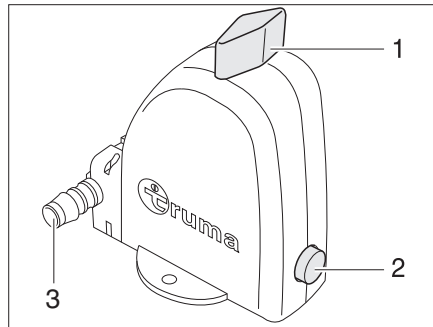

Fig. 201 Válvula de seguridad/purga de la caldera - Posición de funcionamiento
La caldera está equipada con una válvula de seguridad/purga (Fig. 201). La válvula de seguridad/purga evita que el agua de la caldera se congele cuando no esté conectada la calefacción en caso de helada.
- ▷ El tubo de vaciado (Fig. 201,3) de la válvula de seguridad/purga debe estar siempre exento de ensuciamientos (p.ej. follaje, hielo).
- Compruebe si el interruptor giratorio (Fig. 201,1) está en la posición de "Funcionamiento" y engatillado.
- Accione el pulsador (Fig. 201,2), la válvula de purga se cierra.